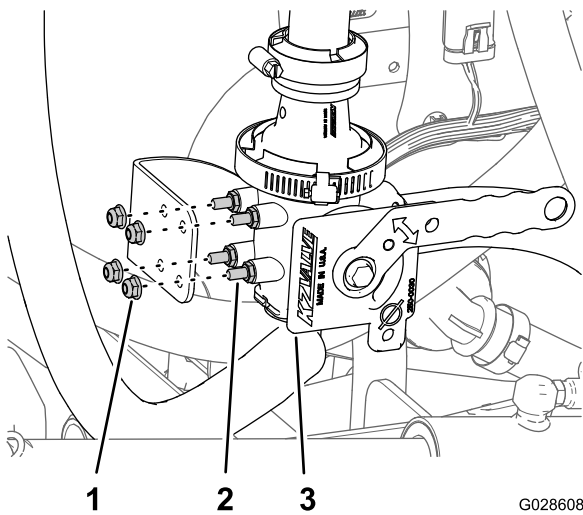

Рисунок 22
6. Совместите шпильки клапана эдуктора с отверстиями в кронштейне клапана эдуктора и присоедините клапан к кронштейну (Рисунок 22) с помощью 4 фланцевых контргаек (1/4 дюйма).